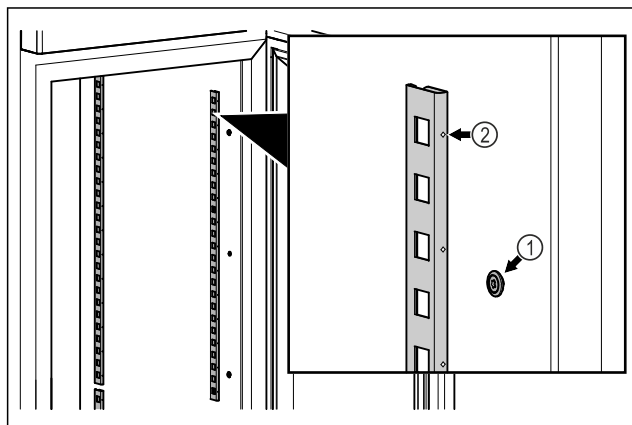

Fig. 56 Ilustrační zobrazení
- ▶ Zahákněte zářázkové lišty do zavěšení Fig. 56 (1). Označení Fig. 56 (2) musí směřovat dopředu.